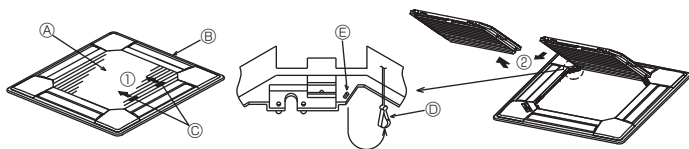
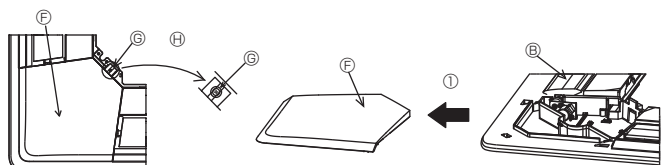

Fig. 6-3
Fig. 6-4
6.2.1. Удаление воздухозаборной решетки (Fig. 6-3)
- Сдвиньте рычаги в направлении, обозначенном стрелкой ①, чтобы открыть воздухозаборную решетку.
- Пока воздухозаборная решетка находится в "открытом" положении, удалите стержень воздухозаборной решетки с вентиляционной решетки в направлении стрелки ②.
6.2.2. Удаление угловой панели (Fig. 6-4)
- Удалите винт из угла угловой панели. Для удаления угловой панели сдвиньте угловую панель в направлении стрелки ①.
[Fig. 6-3, 6-4]